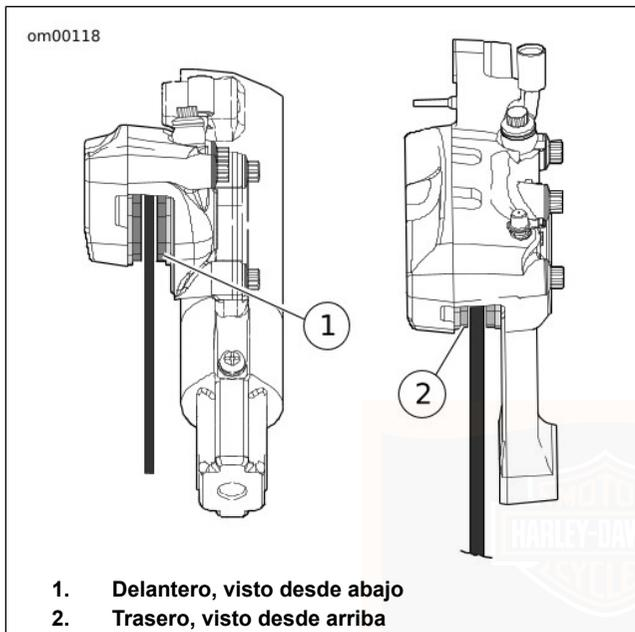

Figura 51. Material de fricción del freno
1. Vea Figura 51. Inspeccione el disco del freno cuando este gira. El disco debe girar nivelado en la mordaza del freno.